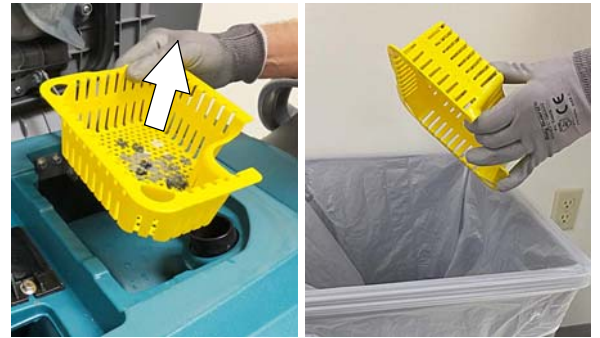

РИС. 81
4. Модель T300: снимите и очистите поддон для мусора (Рисунок 81).